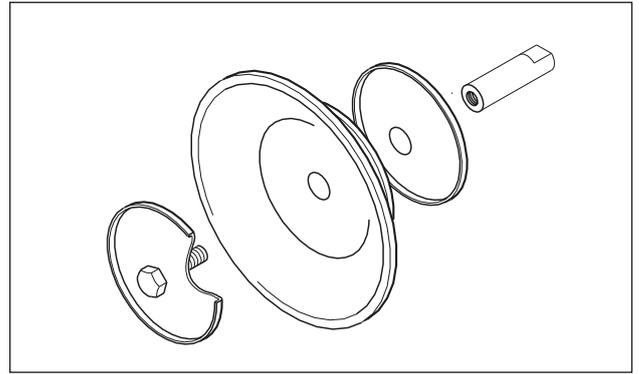

Fig. 14: Montaje de la membrana estándar con disco interior y exterior
- Las bombas DL 40, 50 y 80 con membranas de PTFE tienen discos interiores de membrana con arandelas distanciadoras atornilladas para reducir y reubicar la carrera. Si las membranas de PTFE se instalan con posterioridad, hay que utilizar también los discos correspondientes (Fig. 14).